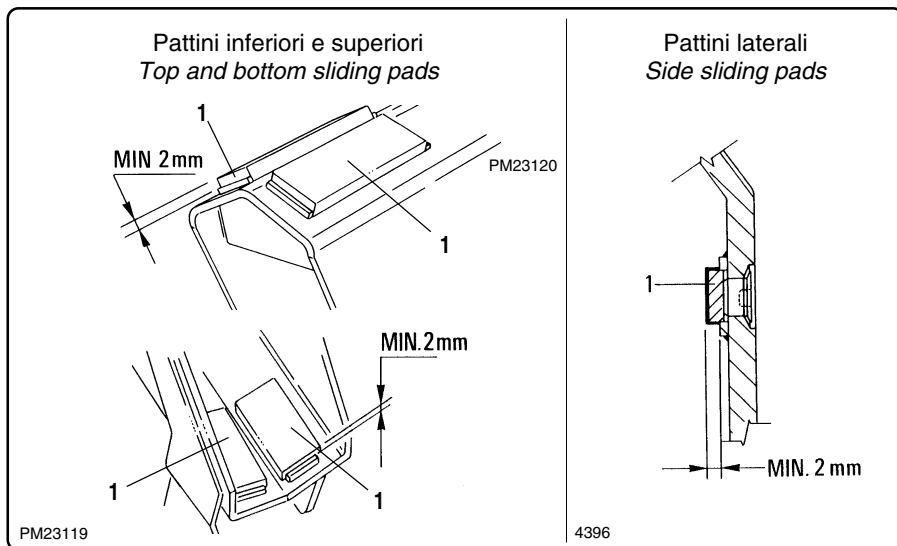

fig. 8.13.1
L'usura dei pattini di scorrimento "1" fig. 8.13.1 si verifica controllandone lo spessore.
*Wear to the pads "1" fig. 8.13.1 can be checked by examining their thickness.*